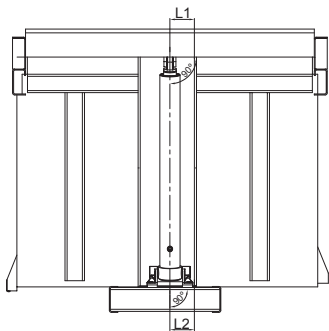

Imagen 6 - Ángulo de montaje
- Los cilindros deben montarse en la carrocería del camión a 90° . Significa que $L_1 = L_2$ (Imagen 6).